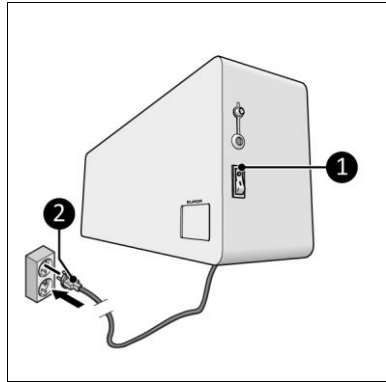

Abbildung 10
1. Stellen Sie sicher, dass sich der EIN/AUS-Schalter in der AUS-Position befindet (Abbildung 10, Pos. 1).
2. Stecken Sie den Netzstecker (Abbildung 10, Pos. 2) in eine leicht zugängliche geerdete Steckdose. Verwenden Sie eine geerdete Steckdose mit einer Mindestleistung von 2000 Watt.